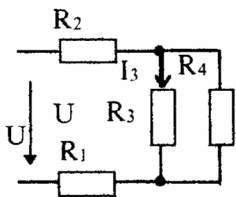

Рис. 2.12
2.7.17. Визначити струм I_3 , якщо $R_1=1\text{ Ом}$, $R_2=1.5\text{ Ом}$, $R_3=R_4=3\text{ Ом}$, $U=16\text{В}$ (Рис. 2.12).